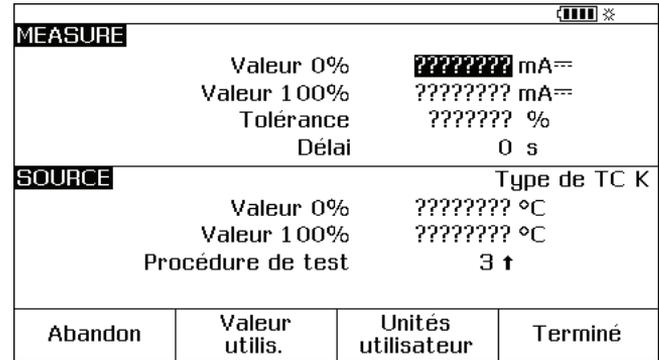

Figure 29. Écran d'étalonnage de l'instrument de procédé 2
10. Appuyez sur la touche programmable **Etat actuel**, puis sur la touche programmable **Instrument** (). L'écran change et devient comme l'illustre la Figure 29.